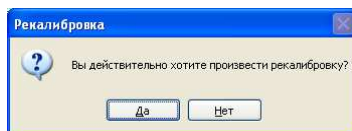
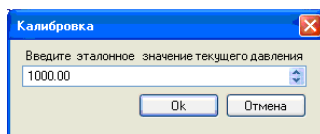

Рисунок 4.58 – Запрос на изменение калибровочной информации
Рисунок 4.59 – Ввод давления эталона
- после установления (стабилизации) показаний нажать кнопку «Рекалибровка». В программе появляется окно с предупреждением (см. Рисунок 4.58), ответив на запрос утвердительно (нажав кнопку «Да»), в программе появляется окно ввода давления эталона (см. Рисунок 4.59);